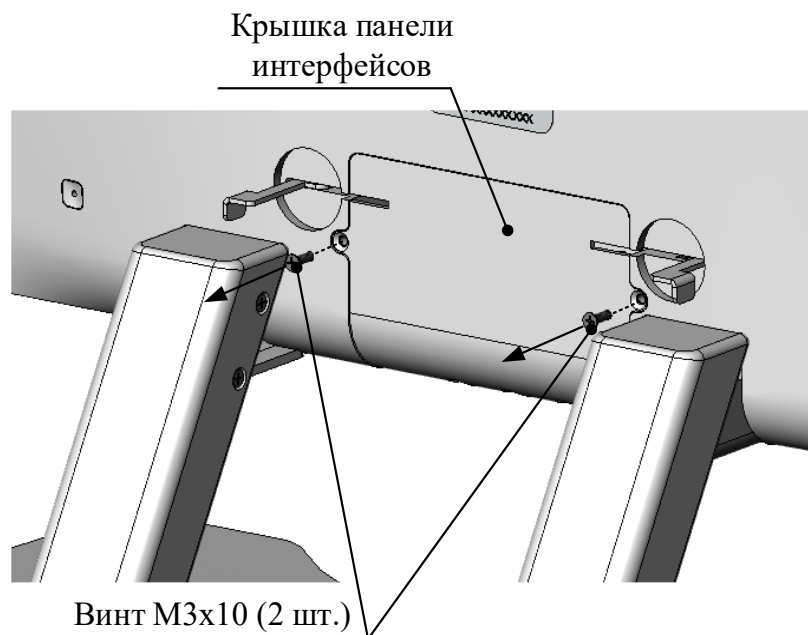

Рисунок 5 — Доступ к панели интерфейсов
- 1) для доступа к панели интерфейсов необходимо снять крышку панели интерфейсов, выкрутив 2 винта М3 х 10 (см. Рисунок 5);
4) установить крышку панели интерфейсов при помощи двух винтов М3 х 10 (см. Рисунок 5);